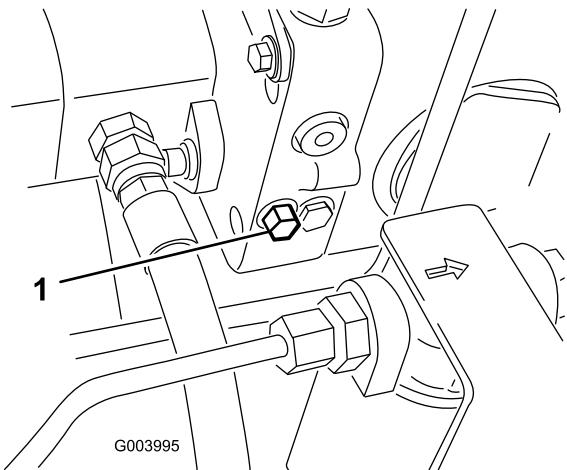

Figura 42
- La válvula de desvío está situada en el lado izquierdo del hidrostato (Figura 42). Gire el perno una vuelta y media para abrirla y dejar pasar el aceite internamente. Puesto que el fluido se desvía, la máquina puede ser movida lentamente sin dañar la transmisión.